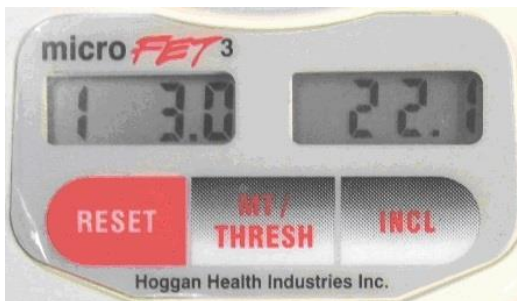

Abbildung 7. Beispiel für gespeicherte Muskeltestergebnisse
- Auf dem linken Display des Geräts erscheinen die Testnummer sowie die Testdauer in Sekunden und auf dem rechten Display die Spitzenkraft (siehe Abbildung 7).